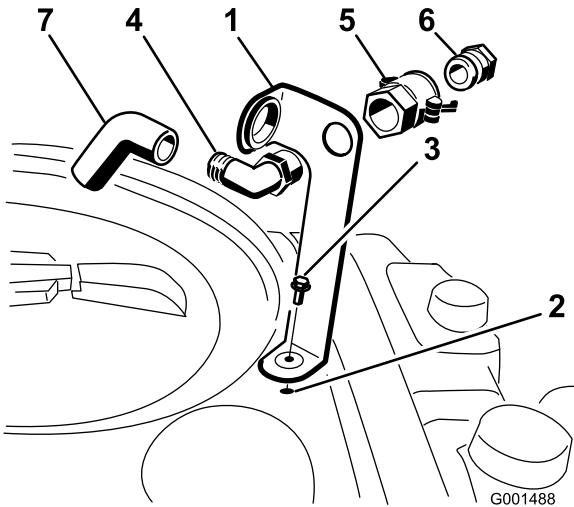

Figura 3
1. Ponete la staffa del connettore di riempimento sopra il foro filettato nel serbatoio, e fissatela con un bullone a testa flangiata (5/16 x 3/4 pollice) (Figura 3).
2. Inserite l'estremità filettata del raccordo a 90° nella staffa ed infilatevi il giunto ad accoppiamento rapido, fissandolo alla staffa (Figura 3).
3. Montate l'adattatore del flessibile nel giunto ad accoppiamento rapido (Figura 3).
4. Bloccate l'adattatore spostando le leve verso di esso, e fissatele con le coppiglie (Figura 3).
5. Installate il flessibile di non ritorno nell'apertura larga della staffa e infilate nel'estremità filettata del raccordo a 90°(Figura 3).